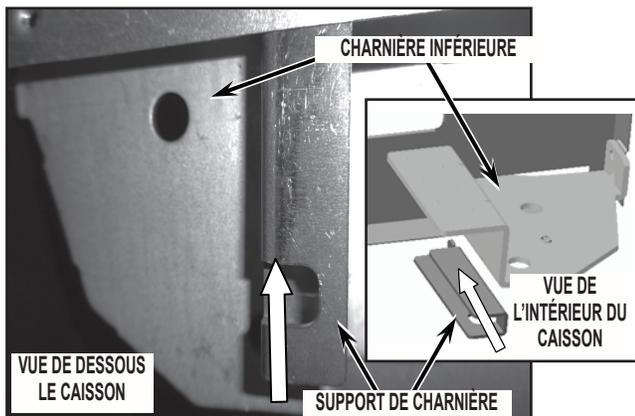

FIGURE 7
9. Insérer le support de charnière fourni dans la cavité, sous le devant du caisson, tel qu'illustré sur la Figure 7.